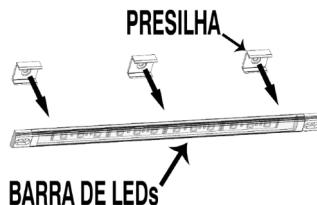

Figura 19: Barra de LEDs
3. Faça a limpeza do condensador (figura 19).